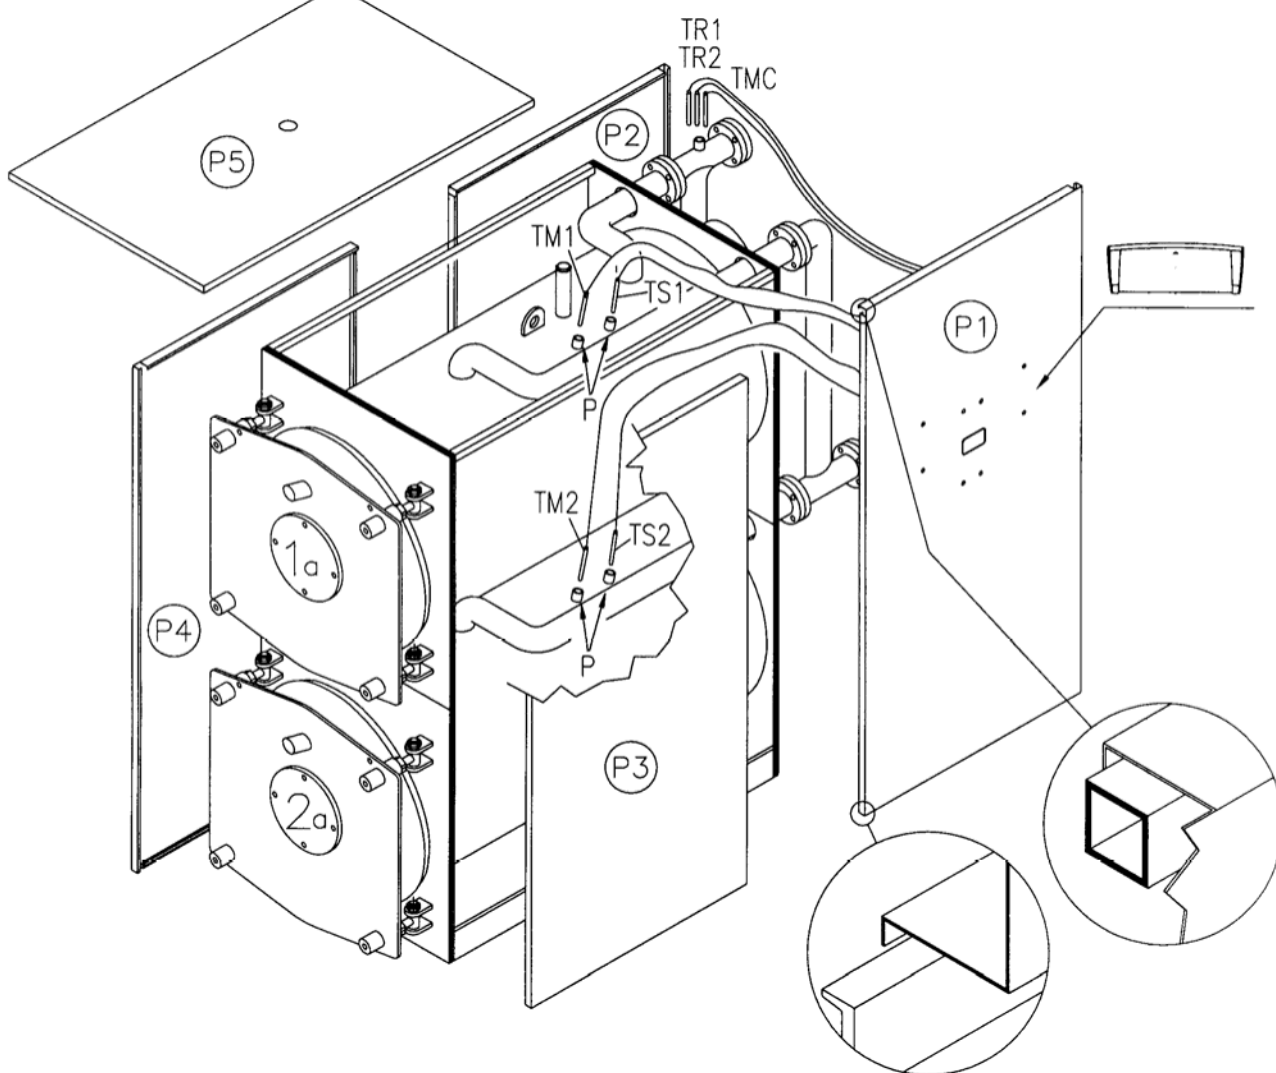

Fig. 10
4.4 HABILLAGE CHAUDIERE REX DUAL/REX DUAL F 14÷70 (Fig. 10)
- Enrouler la laine de verre sur le corps de la chaudière en évitant les regards des porte-instruments (P) situés sur le côté droit.